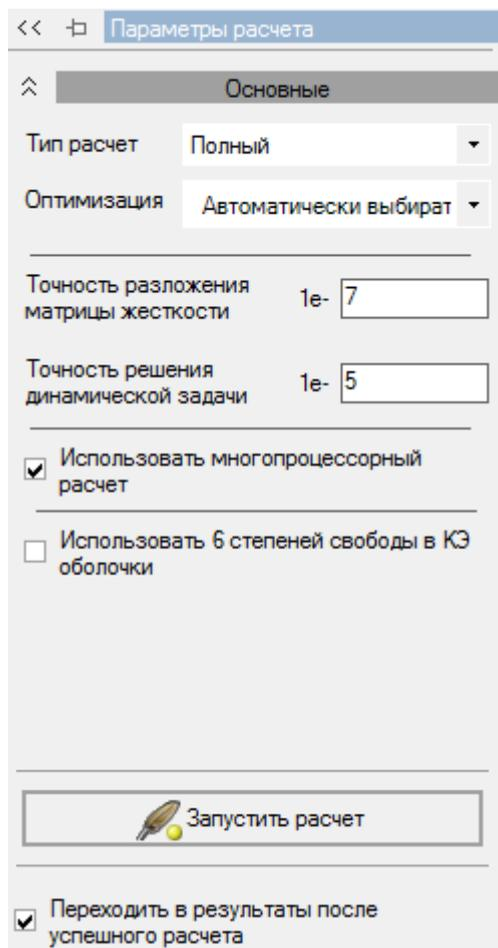

Рис. 80. Панель активного режима Параметры расчета
- Параметры расчета оставьте по умолчанию и нажмите на кнопку **Запустить расчет**  **Запустить расчет** (рис. 80). Фон экрана станет черным, но потом снова появится ваша расчетная схема на белом фоне. Если расчетная схема не появляется и в левом нижнем углу будет надпись «Задание не выполнено», то для поиска ошибок надо выполнить действия, описанные в разделе 3 (Диагностика ошибок).